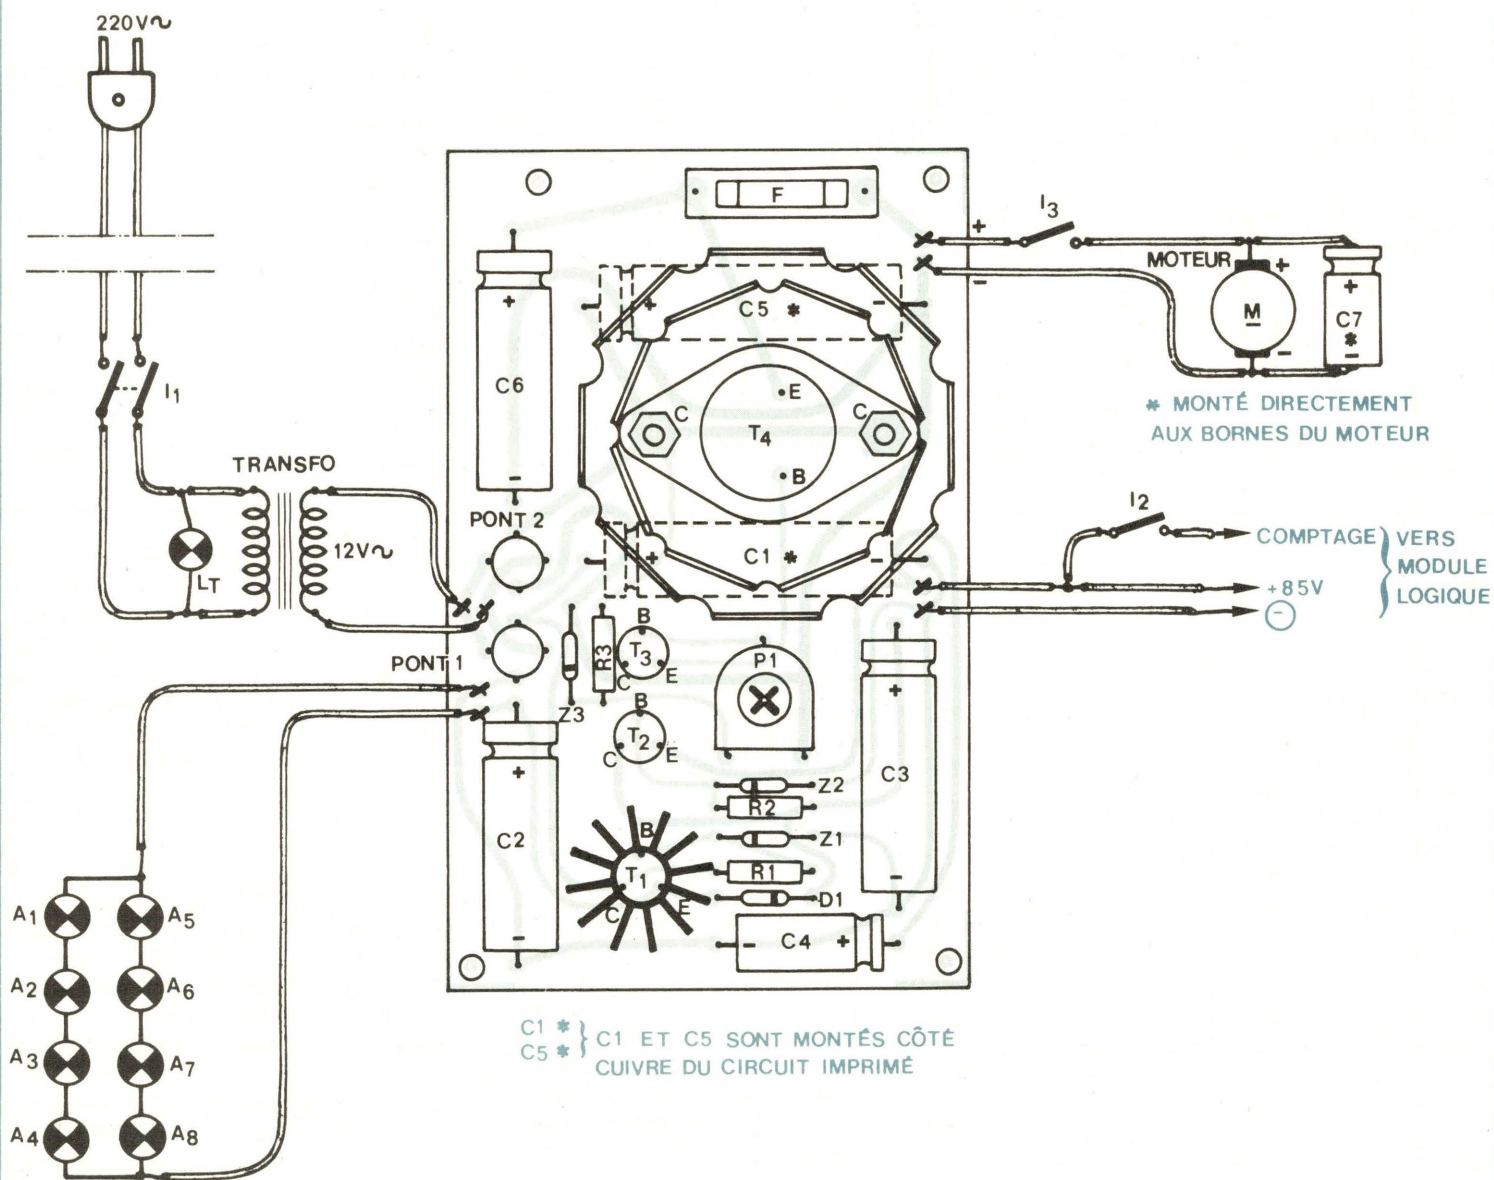

Fig. 12.
b) Implantation des composants (fig. 12 et 13)